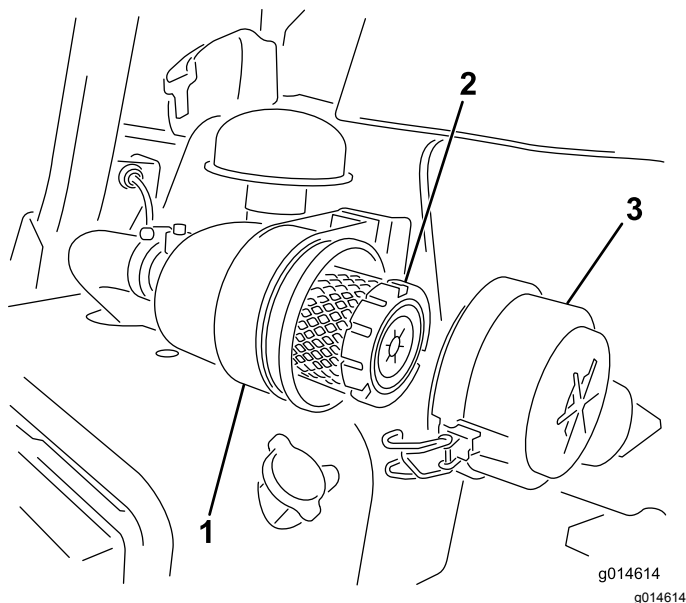

Figure 39
1. Desserrez les attaches qui fixent le couvercle sur le boîtier du filtre à air (Figure 39).
7. Fermez les verrous (Figure 39).